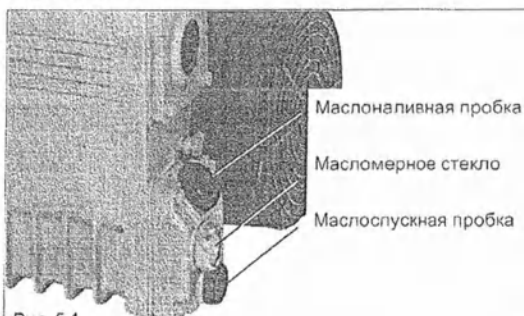

Рис. 5.1
3. Наполнение маслом (Рис. 5.1)
2. При низком уровне масла (см. маркировку на стекле масломера(3), рис. 3.1) необходимо долить масло. Доливать (5) масло нужно до тех пор, пока его уровень не достигнет маркировки MAX на стекле масломера (рис. 5.1).